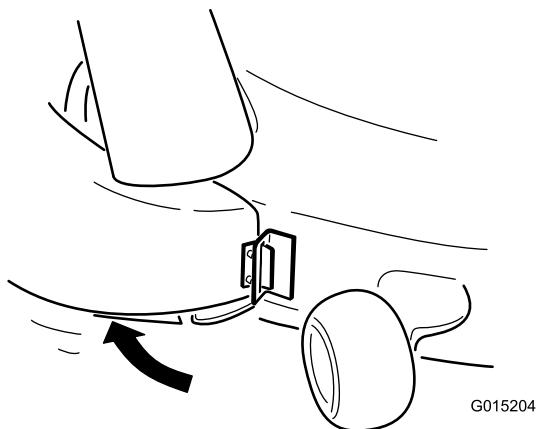

Bild 15
4. Haken Sie oben am Auswurfkanal den hakenförmigen Riegel um die Gelenkstange des Ablenkblechs (Bild 15 und Bild 16).